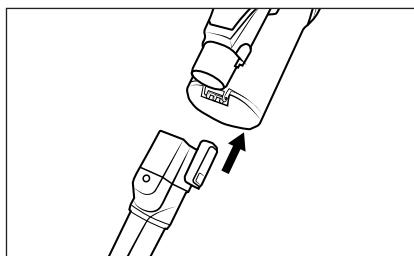

Fig. 14
- ◆ Infilare gli accessori sul tubo di aspirazione 23 oppure sull'apertura di aspirazione dell'apparecchio fino a quando non si innestano in posizione con un clic (vedere fig. 14). Assicurarsi che siano posizionati e fissati correttamente.